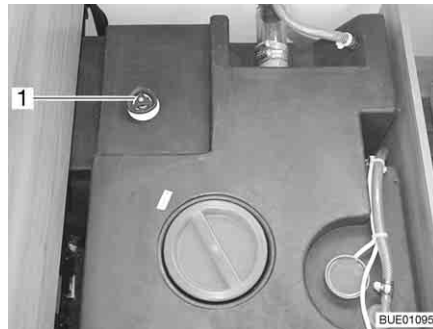

Bild 240 Vattentank med ratt
- Vrid ratten (Bild 240,1) på vattentanken medurs till stoppläget.
- Vrid ratten (Bild 240,1) på vattentanken moturs till motståndet. Vattnet rinner ut tills 60 liter är kvar.